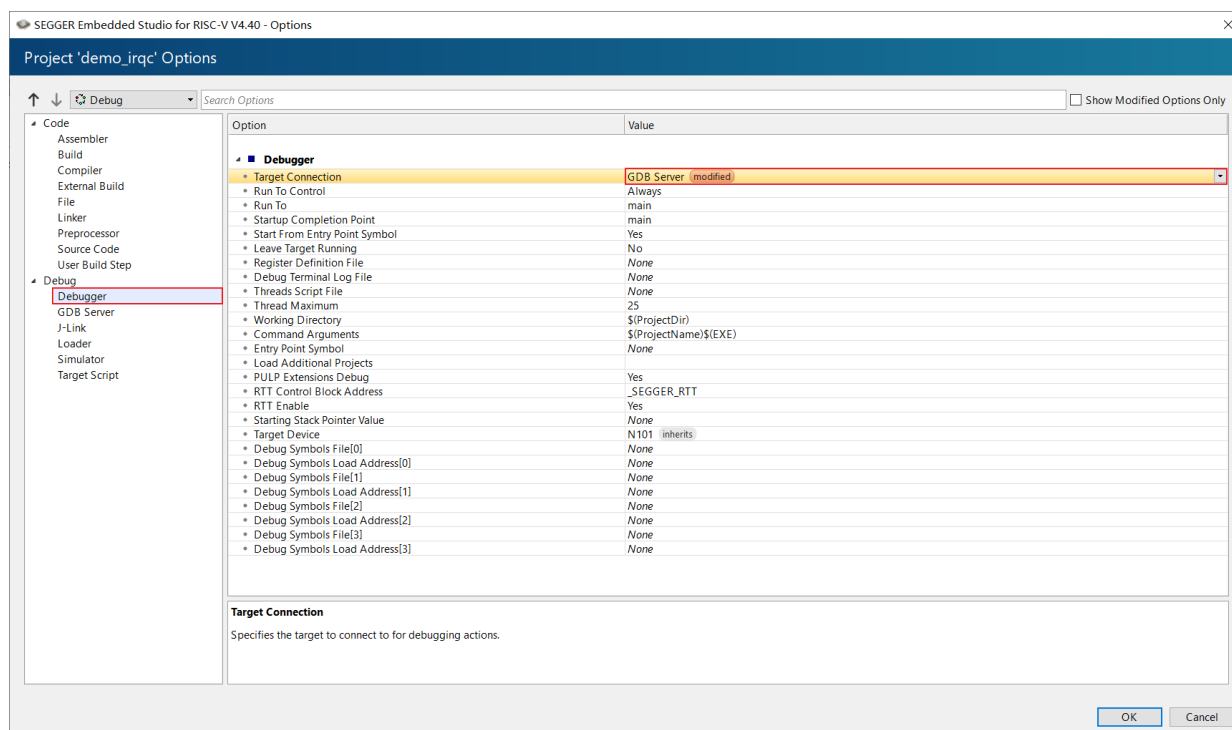

图 4-4 使用 GDB 调试
- 在 Debugger 栏目下 Target Connection 选项切换为 GDB Server，如图 4-4。